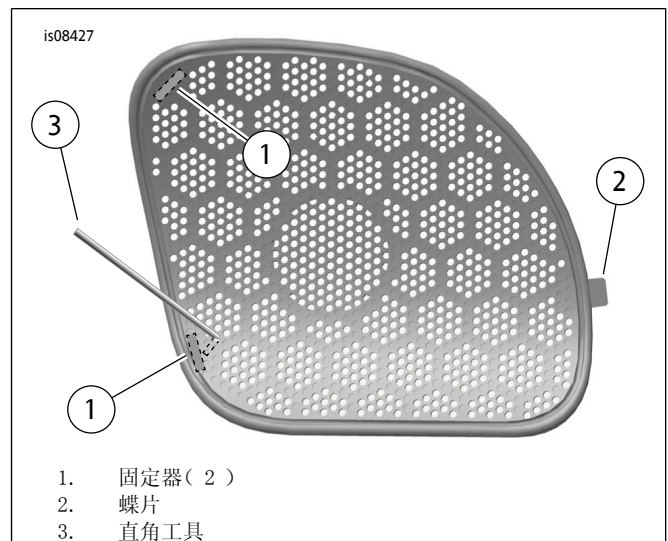

图1。拆下扬声器格栅
- a. 参见图1。通过固定器( 1 )旁边左侧格栅中的孔仔细插入直角工具( 3 )。